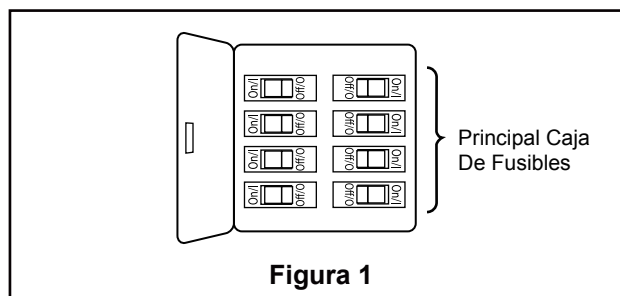

Figura 1
1. Coloque la pala sobre el motor, alineando los orificios de la pala con los orificios de la parte superior del motor giratorio. Asegúrese de que la pala esté completamente asentada en el motor giratorio e instale los tornillo de cabeza troncocónica con arandela plana/arandela de resorte/arandela de goma. (Figura 1)
1. Desarme la unidad del cubierta de interruptor de la carcasa de interruptor retirando cuatro tornillos. Guárdelos para el paso 4. (Figura 1)
1. Restaure la fuente de alimentación de la toma de corriente enciende la electricidad del fusible principal. (Figura 1)